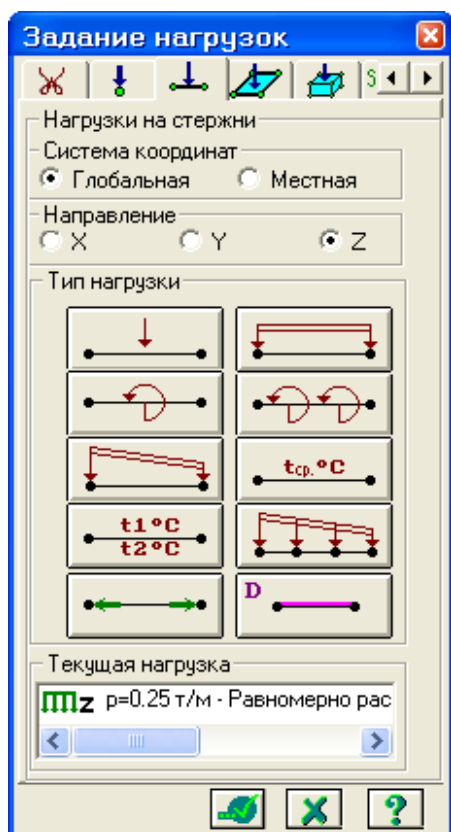

Рис.5.18. Диалоговое окно Задание нагрузок
- После этого вызовите диалоговое окно **Задание нагрузок** (рис.5.18) с помощью меню **Нагрузки** ⇒ **Нагрузка на узлы и элементы** (кнопка  на панели инструментов).